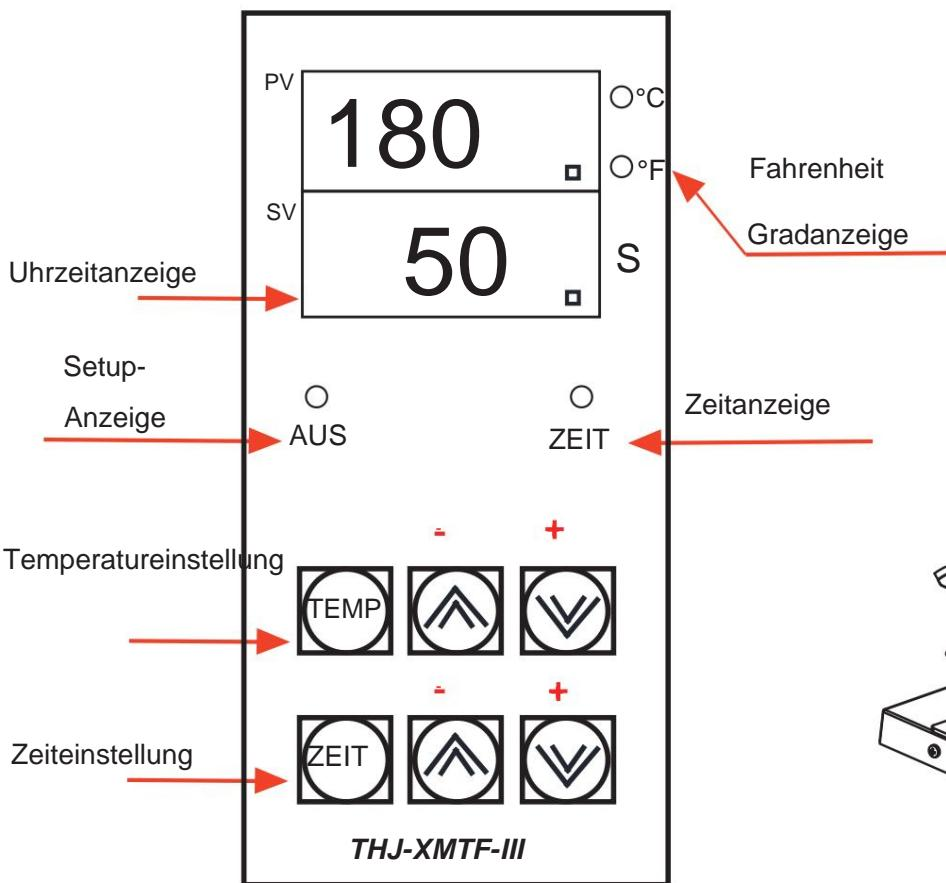

Abbildung 3
b. Auswahl der Gradzahl Fahrenheit: Wie in Abbildung 3 dargestellt, wird die Gradzahl „Fahrenheit“ „Anzeige“ gibt an, ob die Temperatur in Fahrenheit angezeigt wird. Da es verschiedene Möglichkeiten gibt, zwischen Fahrenheit und Celsius umzuschalten, werden in dieser Bedienungsanleitung keine spezifischen Umschaltmethoden vorgestellt. Wenn eine Änderung der Temperatureinheit erforderlich ist, wenden Sie sich bitte an den Händler oder Hersteller oder verwenden Sie die folgende Formel: